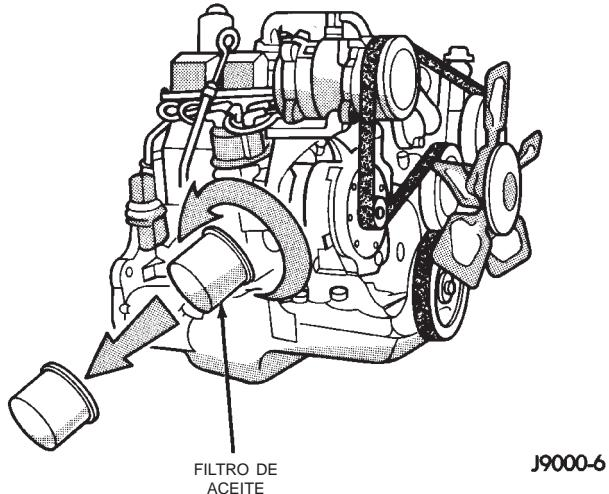
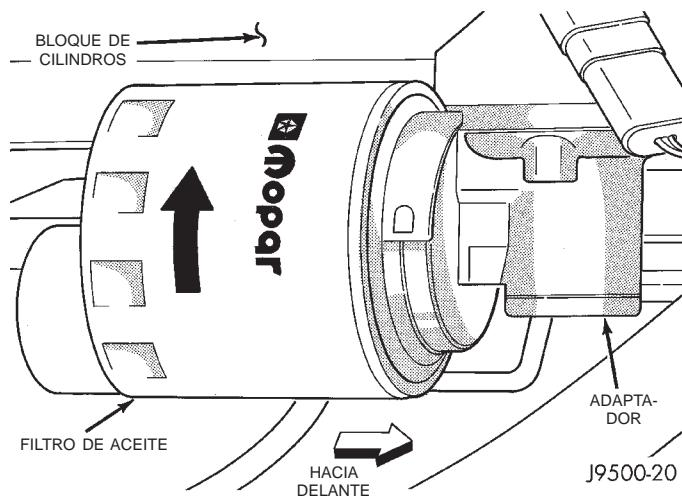

Fig. 8 Filtro de aceite—motor 2.5L
Fig. 9 Filtro de aceite—motor 4.0L
(1) Coloque un colector de drenaje debajo del filtro de aceite.
(2) Afloje el filtro utilizando una llave para filtros de aceite adecuada.
(3) Gire el filtro de aceite hacia la izquierda para retirarlo del cubo del filtro de aceite del bloque del cilindro o de la caja del adaptador del filtro. (Fig. 8) (Fig. 9).